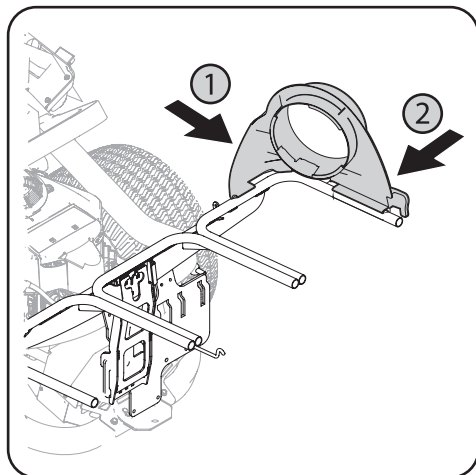

Figure 4-8
1. Insérez le support en plastique de la goulotte supérieure en clipsant d'abord la partie latérale sur la barre (1) de support de l'ensacheuse, comme illustré à la Figure 4-8.
2. Insérez la partie avant de la goulotte de descente à la barre (2), comme illustré à la Figure 4-8.